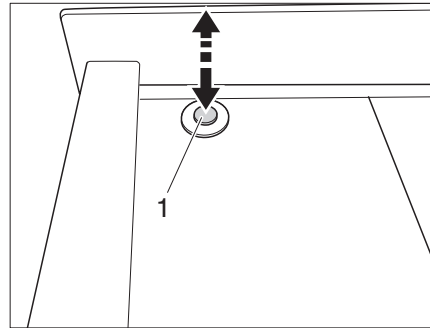

Bild 6 Centrallås – låsa upp
► Tryck på tryckknappen (Bild 6,1).